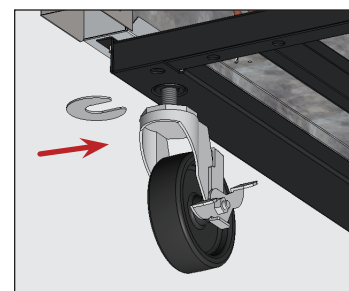

Fig. 9. Insérez la/les cale(s) de roulette. Veillez à serrer la tige de roulette.
5. Si l'unité n'est pas de niveau, à l'extrémité inférieure de l'appareil, desserrez suffisamment le boulon à roulette pour coulisser les cales de roulette fournies entre le roulement de la roulette et le rail inférieur de l'appareil. Voir fig. 9.
6. Posez le nombre de cales souhaité. Voir fig. 9.